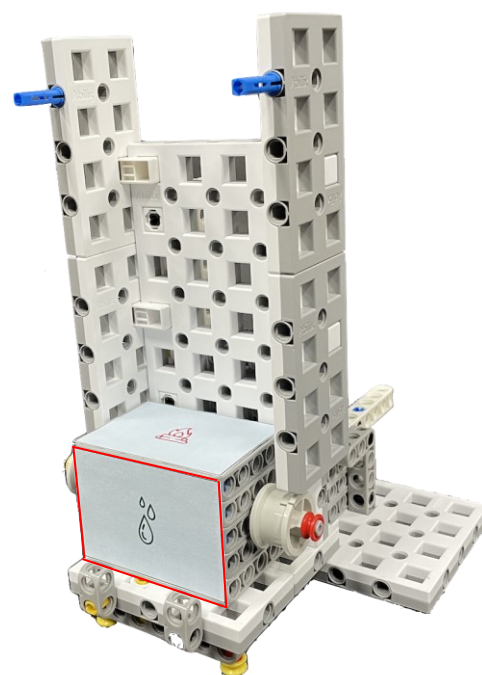

图 1-11-2 完成状态
1.11.2 机器人通过按压底板使立方块随机滚入到底板上为任务完成状态一，得 40 分，如图 1-11-2 所示
1.11.3 机器人扫描识别立方体上的图像去完成关联任务，机器人应识别垂直底板的一面，如图 1-11-2 红框所示。